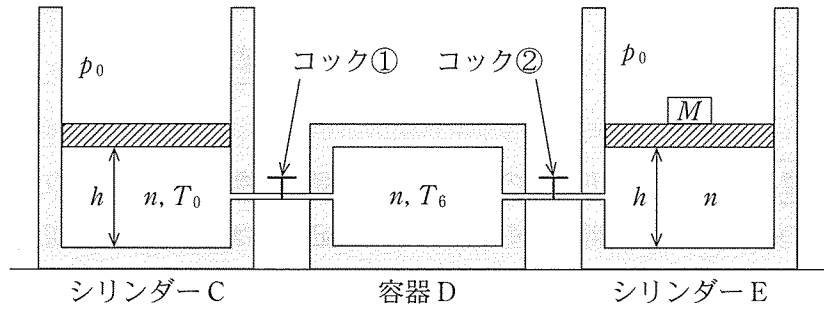

図 5
問 2 図 5 のように、断熱材でできた底面積 $S[\text{m}^2]$ の 2 つのシリンダー C, E が容器 D (底面積 S , 高さ $h[\text{m}]$) と、それぞれコック①, ②のついた断熱性の細い管で連結され水平面上に置かれている。はじめ、コック①, ②は両方とも閉じられており、容器 D 内には理想気体(物質質量 $n[\text{mol}]$, 温度 $T_0[\text{K}]$)が封入されている。